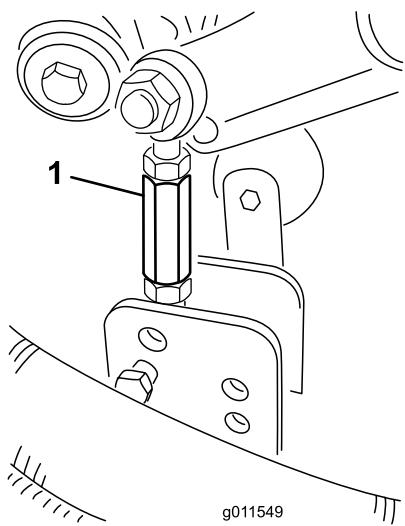

Figura 24
- Retire los pasadores de horquilla y las chavetas que fijan los acoplamientos de los amortiguadores a los soportes de la carcasa de corte (Figura 24).